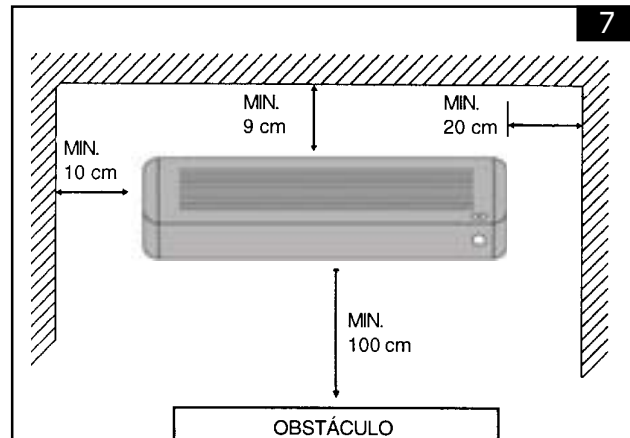

FIGURA 7 - ESPAÇOS MÍNIMOS RECOMENDADOS 42D
- * Selecionar um local com espaço suficiente que permita reparos ou serviços de manutenção em geral, como por exemplo a limpeza do filtro de ar. Os espaços mínimos apresentados na figura 7 deverão ser respeitados.